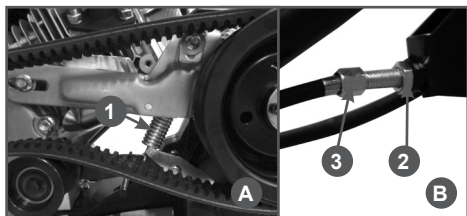

Рис. 6 Регулировка троса сцепления
Трос сцепления должен быть отрегулирован так, чтобы при полностью нажатом рычаге сцепления пружина троса сцепления была растянута на 0,5-1 см (Рис. 6А).
Если ход троса сцепления не соответствует рекомендациям, ослабьте стопорную гайку (1) и закрутите или выкрутите регулировочную гайку (2) при необходимости (Рис. 6В).